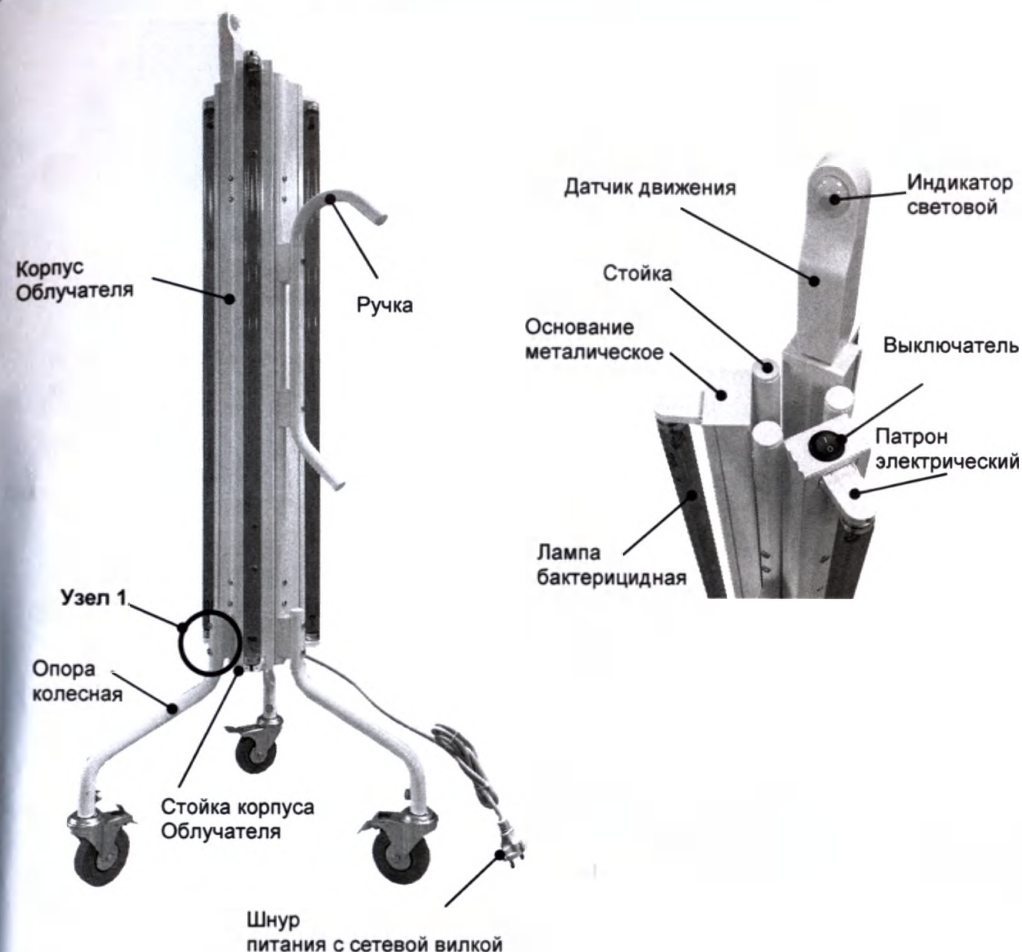

Рис. 2. Общий вид облучателя
4.2.4 Установить опоры колесные на стойки, зафиксировав их при помощи крепежных элементов из комплекта крепежного (Рис.2-Узел1 и Рис.7).
7.3 Расположить облучатель в обеззараживаемом помещении в соответствии с рис.9 так, чтобы световой индикатор на датчике движения (рис.2) был направлен в сторону входной двери.
7.4 Проверить положение выключателя (рис.2): выключатель должен находиться в положении ВЫКЛ (0).
7.7 Для завершения работы Облучателя перевести выключатель (рис.2) в положение ВЫКЛ (0), **соблюдая меры безопасности, указанные в разделе 5.2.**